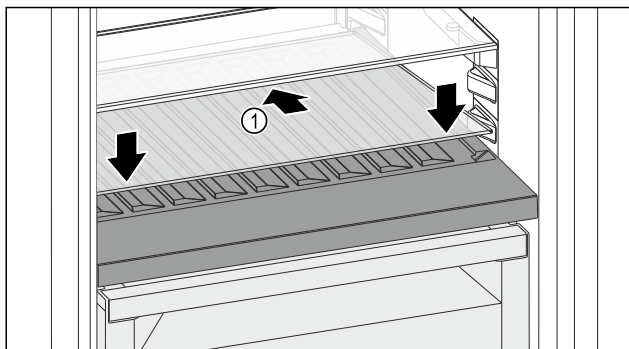

Fig. 167
- Placer la plaque de verre Fig. 167 (1) en biais et inclinée vers le bas.
- Abaisser l'avant de la plaque de verre Fig. 167 (1).